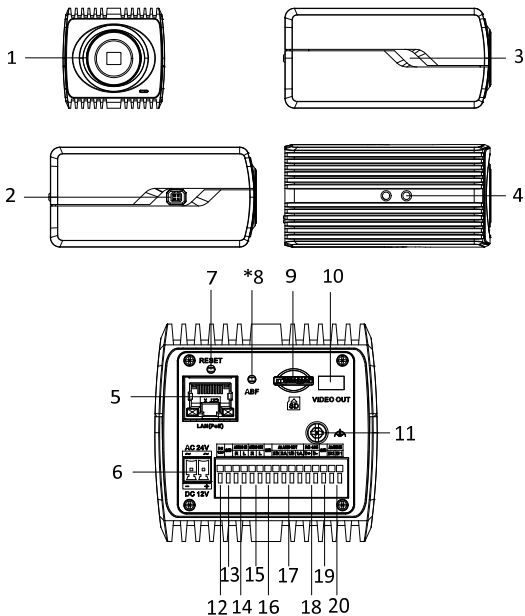

Abbildung 1-1 Übersicht
- 1). Schließen Sie für Netzwerk, Alarmein- und -ausgang und Audioein- und ausgang die entsprechenden Stecker an der Rückseite der Kamera an. Siehe Abbildung 1-1.